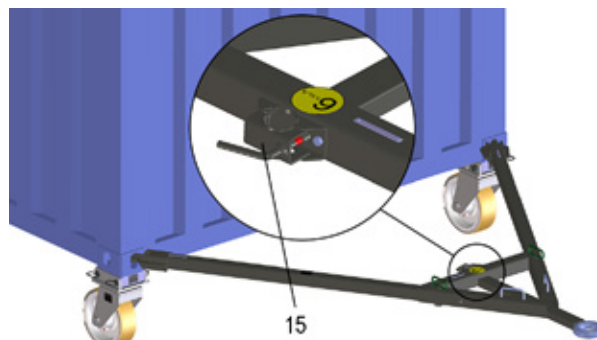

Bild 6-13
- Es wird empfohlen zum Anhängen der Deichsel eine Abstellstütze zu verwenden. Diese kann an das optionale Klemmelement (Bild 6-13) angebracht werden. Danach sofort aus dem Gefahrenbereich zwischen dem Fahrzeug und dem Container treten.